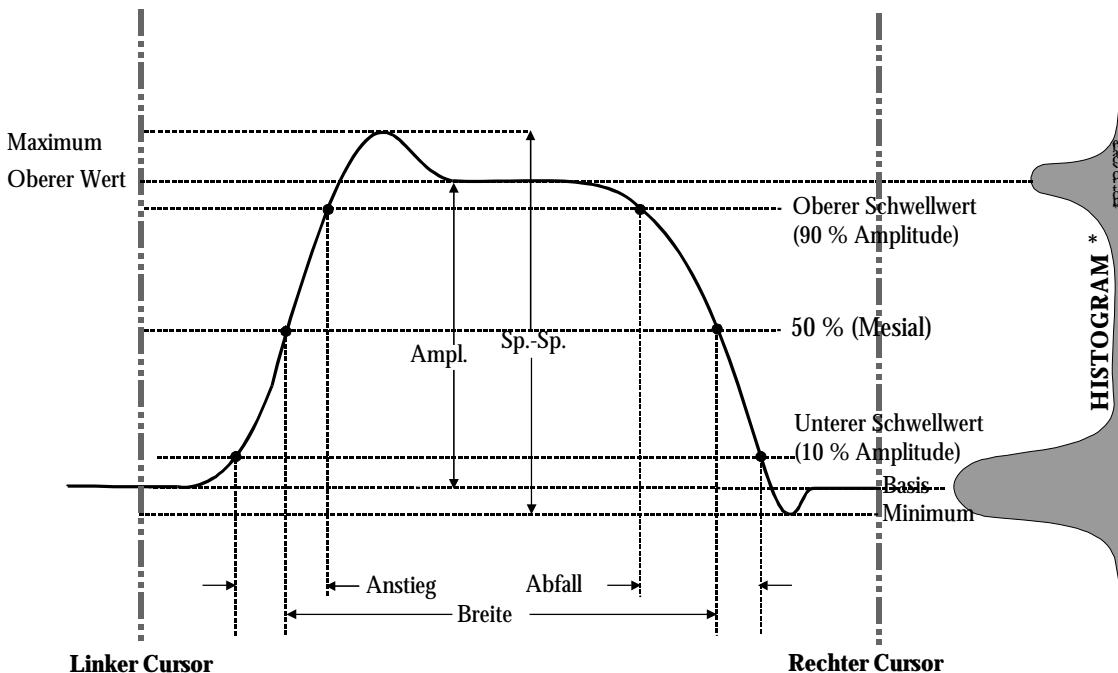

Abbildung 1.
Z.B. besitzt das Histogramm einer Kurve mit Übergängen in zwei Zuständen zwei Spitzen (Abb. 1). Die Analyse versucht, die beiden Cluster mit der höchsten Datendichte zu erkennen. Anschließend wird der wahrscheinlichste Zustand (Flächenschwerpunkt), der mit diesen beiden Clustern verbunden ist, errechnet, um den oberen und unteren Bezugspegel zu bestimmen: Die obere Linie entspricht dem oberen und die Grundlinie dem unteren Schwerpunkt. Sind der obere und der untere Wert berechnet, ermittelt Waverunner die Anstiegs- und Abfallzeiten. Das Oszilloskop bestimmt automatisch die Schwellpegel für 90 % und 10 % mit dem Amplituden-Parameter. (Histogramme gehören zur WaveAnalyzer-Option).
| ampl | Amplitude: Mißt die Differenz zwischen oberem und unterem Pegel bei Zwei-Pegel-Signalen. Unterscheidet sich von pkpk [Spitze-Spitze] dadurch, daß Rauschen, Über- und Unterschwingen und Nachschwingungen die Messung NICHT beeinflussen. | ‚ top [oberer Wert] ‘ – ‚ base [Basis] ‘ (Siehe Abb. 1) | Bei Signalen, die nicht zwei Hauptpegel besitzen (wie Dreieck- oder Sägezahnkurven) erscheint der gleiche Wert wie bei pkpk . |
| base | Der untere der beiden wahrscheinlichsten Zustände (der obere lautet top). Mißt den unteren Pegel bei Signalen mit 2 Pegeln. Unterscheidet sich von min dadurch, daß Rauschen, Über- und Unterschwingen sowie Nachschwingen die Messung NICHT beeinflussen. | Wert des wahrscheinlichsten unteren Zustands (Siehe Abb. 1) | Bei Signalen, die NICHT zwei Hauptpegel besitzen (wie Dreieck- oder Sägezahnkurven) erscheint der gleiche Wert wie bei min . |
| <div><div><div><div></div><div></div></div></div><div>fall</div></div> | <div><div>Fall time [Falldauer]: Mißt die Zeit zwischen zwei spezifizierten Werten fallender Flanken einer Kurve. Die Fallzeiten für jede Flanke werden für das Endergebnis gemittelt.</div><table><tr><th colspan="5">ARGUMENTE</th></tr><tr><th>Schwellwert</th><th>Remote</th><th>Untere Grenze</th><th>Obere Grenze</th><th>Vorgabe</th></tr><tr><td>Unterer</td><td>Niedrig</td><td>1 %</td><td>45 %</td><td>10 %</td></tr><tr><td>Oberer</td><td>Hoch</td><td>55 %</td><td>99 %</td><td>90 %</td></tr></table><div>Die Argumente der Schwellwerte spezifizieren zwei Vertikalwerte an jeder Flanke und dienen der Berechnung der Fallzeit. Formeln für die oberen und unteren Werte: Unt. Wert = unt. Schwellwert × amp/100 + base Ob. Wert = ob. Schwellwert × amp/100 + base</div></div> | ARGUMENTE | | | | | Schwellwert | Remote | Untere Grenze | Obere Grenze | Vorgabe | Unterer | Niedrig | 1 % | 45 % | 10 % | Oberer | Hoch | 55 % | 99 % | 90 % | Zeit beim unteren Schwellwert – Zeit beim oberen Schwellwert gemittelt über jede fallende Flanke (Siehe Abb. 1) | Bei Signalen OHNE 2 Hauptpegel (z.B. Dreieck- oder Sägezahnkurven) können der obere und der Basiswert mit Maximum und Minimum zusammenfallen; das ergibt allerdings weniger zuverlässige Ergebnisse. |
| maximum | Mißt den höchsten Punkt der Kurve. Anders als ‚top‘ wird NICHT angenommen, daß die Kurve zwei Pegel besitzt. | Höchster Wert der Kurve zwischen zwei Cursors (Siehe Abb. 1) | Gibt ähnliche Werte bei Anwendung auf eine Kurve in der Zeitdomäne oder ein Histogramm mit Daten derselben Kurve. Aber bei Histogrammen kann das Ergebnis Beiträge aus mehr als einer Erfassung enthalten. Berechnet den Ort der Horizontalachse für den am weitesten rechts liegenden Datenabschnitt des Histogramms — nicht zu verwechseln mit maxp. |
| minimum | Mißt den niedrigsten Punkt der Kurve. Anders als ‚base‘ wird NICHT angenommen, daß die Kurve zwei Pegel besitzt. | Niedrigster Punkt in einer Kurve zwischen Cursorsen (Siehe Abb. 1) | Gibt ähnliche Werte bei Anwendung auf eine Kurve in der Zeitdomäne oder ein Histogramm mit Daten derselben Kurve. Aber bei Histogrammen kann das Ergebnis Beiträge aus mehr als einer Erfassung enthalten. |
| over+ | Overshoot positive [Pos. Überschwingen]: Ausmaß des Überschwingens nach einer steigenden Flanke in % der Amplitude. | $\frac{(\text{maximum} - \text{top})}{\text{ampl}} \times 100$ (Siehe Abb. 1) | Die Kurve muß mindestens eine fallende Flanke enthalten. Für Signale OHNE zwei Hauptpegel (z.B. Dreieck- oder Sägezahnkurven) lassen sich KEINE Ergebnisse voraussagen. |
| pkpk | Peak-to-peak: [Spitze-Spitze]-Differenz zwischen höchstem und niedrigstem Punkt der Kurve. Anders als bei ‚ampl‘ wird nicht angenommen, daß die Kurve zwei Pegel besitzt. | $\text{maximum} - \text{minimum}$ (Siehe Abb. 1) | Gibt ähnliche Werte bei Anwendung auf eine Kurve in der Zeitdomäne oder ein Histogramm mit Daten derselben Kurve. Aber bei Histogrammen kann das Ergebnis Beiträge aus mehr als einer Erfassung enthalten. |
| rise | <div><div>Rise time [Anstiegszeit]: Mißt die Zeit zwischen zwei spezifizierten Werten (10 % bis 90 %) der Anstiegsflanken einer Kurve. Die Anstiegszeiten für jede Flanke werden für das Endergebnis gemittelt.</div><table><tr><th colspan="5">ARGUMENTS</th></tr><tr><th>Schwellwert</th><th>Remote</th><th>Untere Grenze</th><th>Obere Grenze</th><th>Vorgabe</th></tr><tr><td>Unterer</td><td>Niedrig</td><td>1 %</td><td>45 %</td><td>10 %</td></tr><tr><td>Oberer</td><td>Hoch</td><td>55 %</td><td>99 %</td><td>90 %</td></tr></table><div>Die Argumente der Schwellwerte spezifizieren zwei Vertikalwerte an jeder Flanke und dienen der Berechnung der Anstiegszeit.. Formeln für die oberen und unteren Werte: Unt. Wert = unt. Schwellwert × amp/100 + base Ob. Wert = ob. Schwellwert × amp/100 + base</div></div> | ARGUMENTS | | | | | Schwellwert | Remote | Untere Grenze | Obere Grenze | Vorgabe | Unterer | Niedrig | 1 % | 45 % | 10 % | Oberer | Hoch | 55 % | 99 % | 90 % | Zeit beim oberen Schwellwert – Zeit beim unteren Schwellwert gemittelt über jede fallende Flanke (Siehe Abb. 1) | Bei Signalen OHNE 2 Hauptpegel (z.B. Dreieck- oder Sägezahnkurven) können der obere und der Basiswert mit Maximum und Minimum zusammenfallen; das ergibt allerdings weniger zuverlässige Ergebnisse. |
| top | Oberer Wert zweier wahrscheinlicher Zustände, im Gegensatz zu base dem unteren Wert. Ist charakteristisch für Rechteckkurven und verkörpert den oberen wahrscheinlichen Zustand, der aus der statistischen Verteilung der Data -Punkte in der Kurve bestimmt wird. | Wert des wahrscheinlichen oberen Zustands (Siehe Abb. 1) | Gibt ähnliche Werte bei Anwendung auf eine Kurve in der Zeitdomäne oder ein Histogramm mit Daten derselben Kurve. Aber bei Histogrammen kann das Ergebnis Beiträge aus mehr als einer Erfassung enthalten. |
| width | Width [Breite] des sich wiederholenden Signals, die durch Prüfung der 50 %-Querungen im Daten-Eingang festgestellt wird. Ist der erste Übergang hinter dem linken Cursor eine Anstiegsflanke, wird angenommen, daß die Kurve aus positiven Impulsen besteht und width die Zeit zwischen benachbarten Anstiegs- und Abfallflanken ist. Im Gegensatz dazu wird bei einer fallenden Flanke ein negativer Impuls angenommen, wobei width die Zeit zwischen benachbarten Abfall- und Anstiegsflanken ist. In beiden Fällen wird die Breite aller Impulse für das Endergebnis gemittelt.. | Breite des ersten positiven oder negativen Impulses, gemittelt über alle ähnlichen Impulse (Siehe Abb. 1, 2) | Ähnlich für fwhm, jedoch anders als ‚width‘ trifft dieser Parameter nur auf Histogramme zu. |